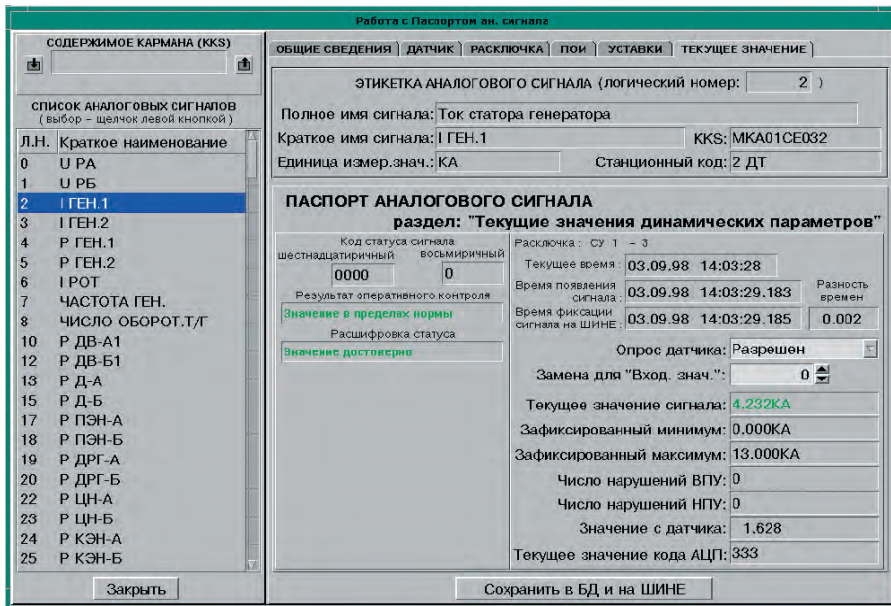

Рис. 3. Паспорт аналогового сигнала
- отображение состояния технологического процесса в текстовом виде, в виде динамических мнемосхем, графиков, гистограмм — обеспечивается несколько видов отображения информации для удобства персонала и для контроля различными службами. Производится динамическое окрашивание обозначений наблюдаемых объектов в различные цвета в зависимости от их текущего состояния. В текстовом виде информация отображается в «Паспорте сигнала» (рис. 3).